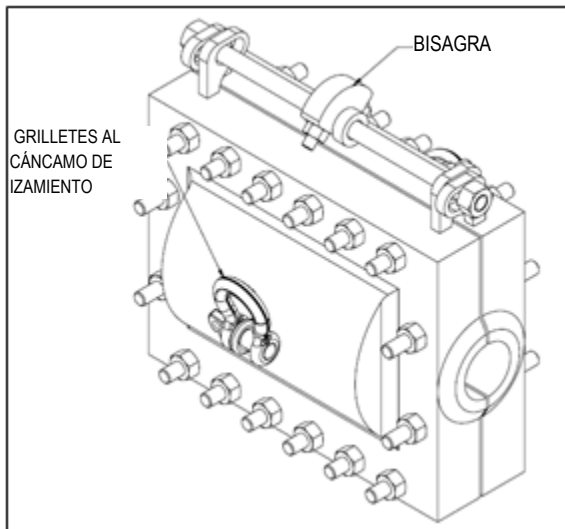
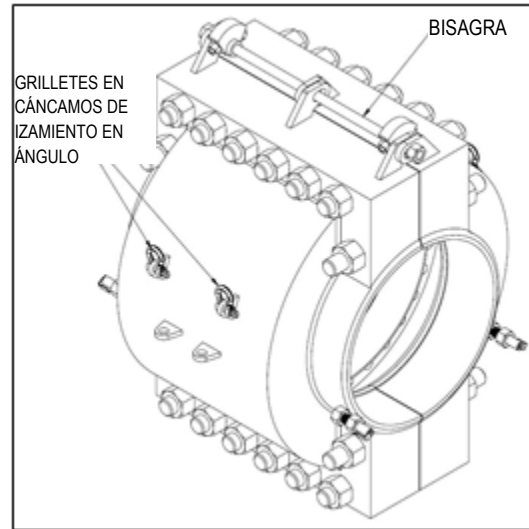

Figura 6
Figura 7
2. Fije los grilletes a los cáncamos de izamiento. Los accesorios más pequeños generalmente solo tienen cáncamos de izamiento en el centro de la carcasa, como se muestra en la Figura 6. Los accesorios de mayor diámetro tienen cáncamos de izamiento adicionales a un ángulo, como se muestra en la Figura 7. Para los accesorios de mayor diámetro, los cáncamos de izamiento en ángulo se deben usar durante la instalación con bisagras.